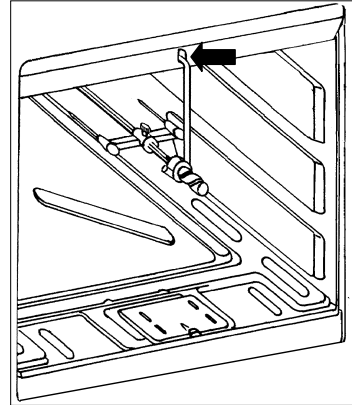

fig. 7
- Se poziționează suportul frigării în orificiul din cadrul superior față cuptor (fig. 7).